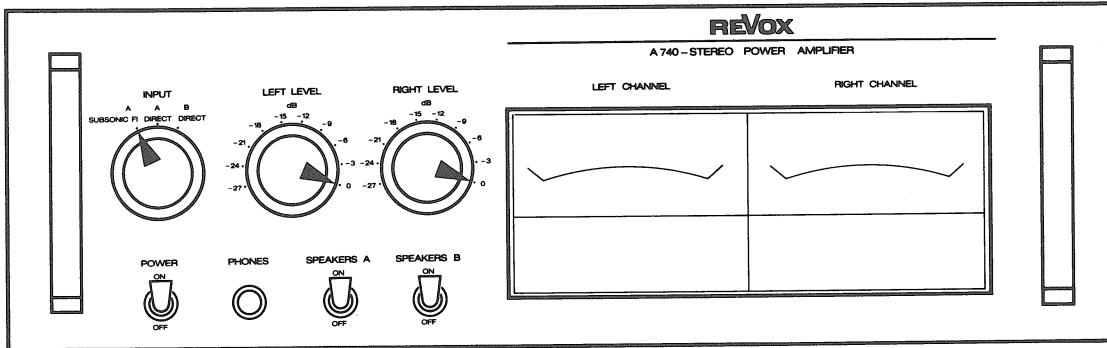

Fig. 5.1.-1
- Bedienungselemente nach Fig. 5.1.-1 einstellen.
- NF-Voltmeter an Ausgang LEFT CHANNEL (16) anschliessen.
- NF-Generator an Eingang LEFT CHANNEL (12) anschliessen.
- Adjust operating controls as per fig. 5.1.-1.
- Connect audio voltmeter to output LEFT CHANNEL (16).
- Connect audio generator to input LEFT CHANNEL (12).
- Organes de commande selon la fig. 5.1.-1.